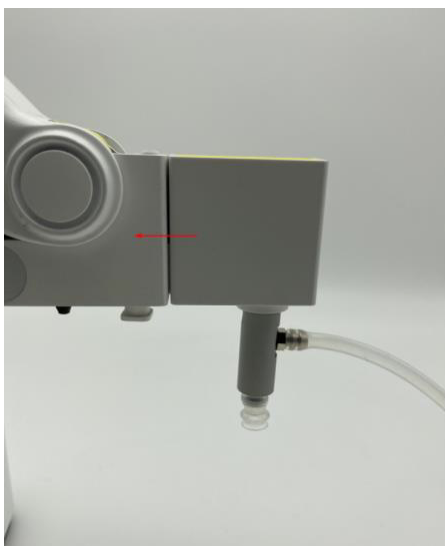

Figura 50: Instale um kit do copo de sucção
1. Insira o kit do copo de sucção na porta de extremidade, um som é ouvido indicando que o copo de sucção está fixado e completo, como mostrado na Figura 50: